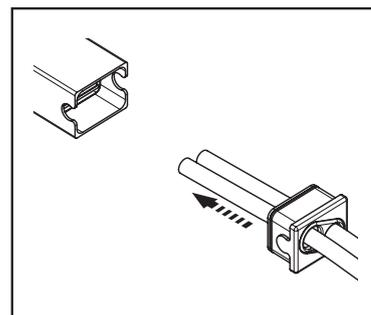

fig.3 Tampa de vedação e cabos
3. Passe os dois cabos através dos orifícios designados na tampa de vedação (fig. 3)